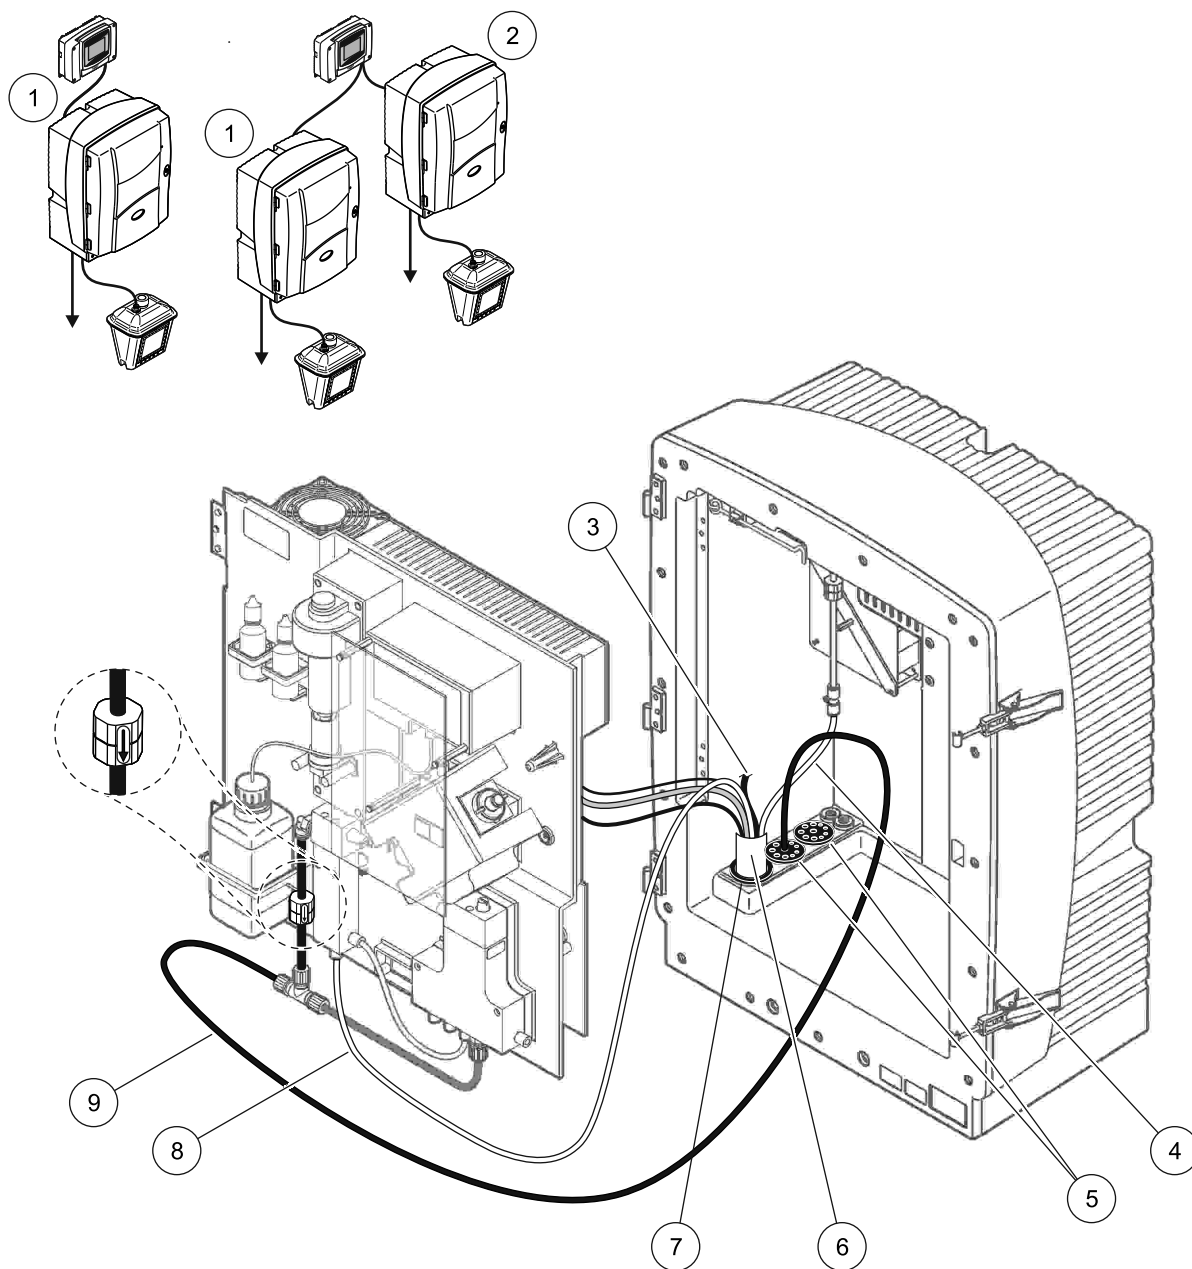

Figure 35 Configuration d'option 7
Voir Figure 35 à la page 97 et les instructions ci-dessous pour l'option 7:
2. Faites passer les tuyaux de sonde filtrantes sc (canalisations d'échantillon, câbles électriques et tuyau d'évacuation) par l'ouverture de l'analyseur (élément 6, Figure 35 à la page 97). Utilisez le bouchon d'obturation No. 2 pour fixer le tout.